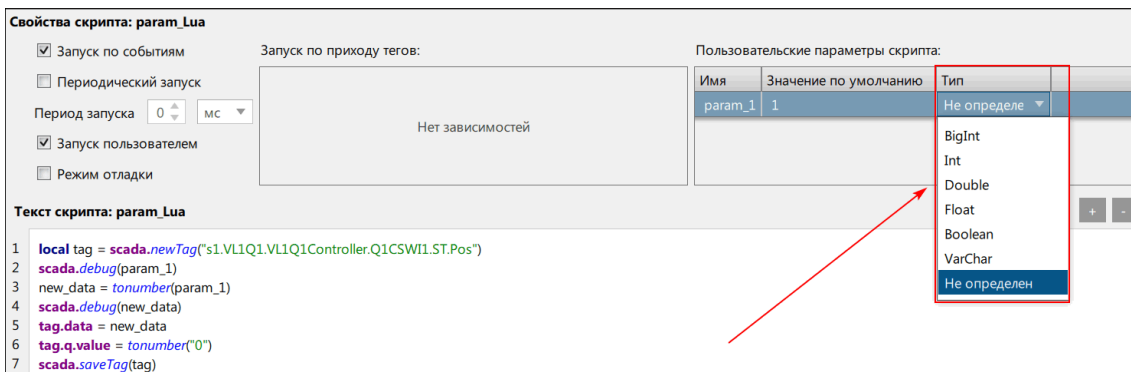

Рисунок 167 - Тип параметра
5. Выберите тип параметра из выпадающего списка (Рисунок 167). Доступные типы параметров: BigInt, Int, Double, Float, Boolean, VarChar.